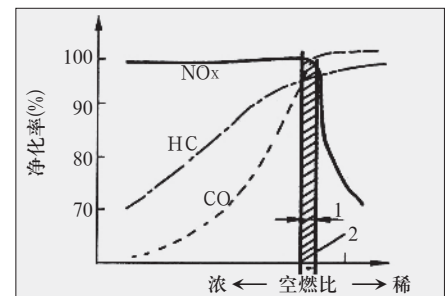

图5 三元催化装置的工作特点
(2)在空燃比AF=14.7±0.3范围内(即混合汽浓度在理论值附近),上述氧化、还原反应效果即三种有害气体的转化效果都达到最好。AF值超过14.7,即混合汽变稀后,CO、HC转化效率变化不大,但NO_x的转化效率却急剧下降(见图5)。正因如此,发动机ECU需要利用氧传感器信号对